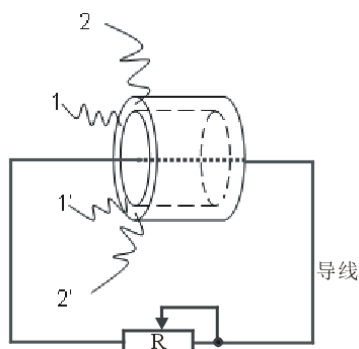
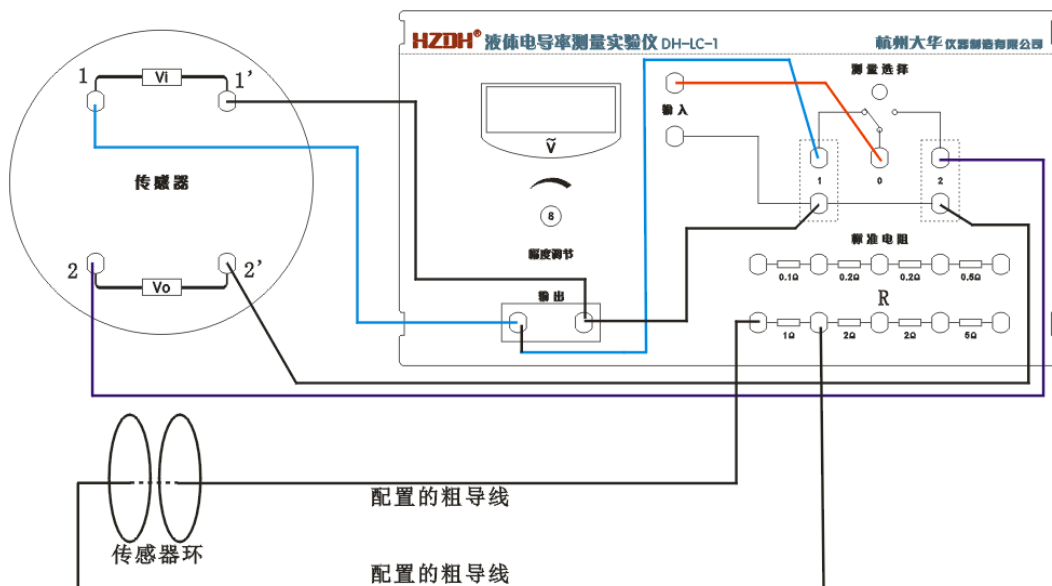

图 3
图 5 定标实验接线图(传感器置空气中且中穿导线, $R=1\ \Omega$ 时)
注意：实验时，为了精确确定比例常数 K 及 B ，本来需要配置多种 σ 已知的液体，但是这种操作比较困难。为此，我们用外接标准电阻来替代已知 σ 的液体，使实验方便准确。具体方法是将传感器置于空气中，将一根导线穿过传感器的中空圆柱体，接在测试仪上标准电阻两端构成电阻回路，如图 3 所示。改变不同的电阻 R ，测量对应的 $\frac{V_o}{V_i}$ ，作关系曲线，
1. 绘制液体电导率传感器定标的实验线路，参考图 3 和图 5 接线；使用仪器面板上的测量选择开关，切换测量输入电压 V_i 和输出电压 V_o 。